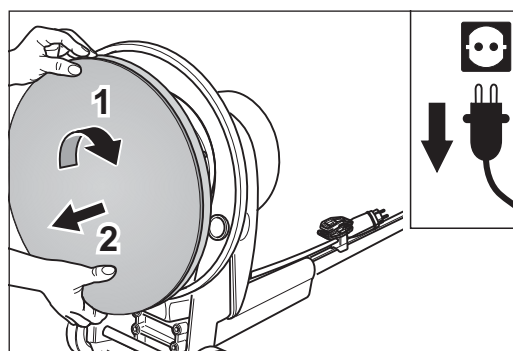

Abb. 20 Den Schleifteller nach **rechts** drehen (1) und von der Maschine abnehmen (2).
- 4 Drehen Sie den Schleifteller nach rechts (Abb. 20, 1) und nehmen Sie ihn von der Maschine ab (Abb. 20, 2).